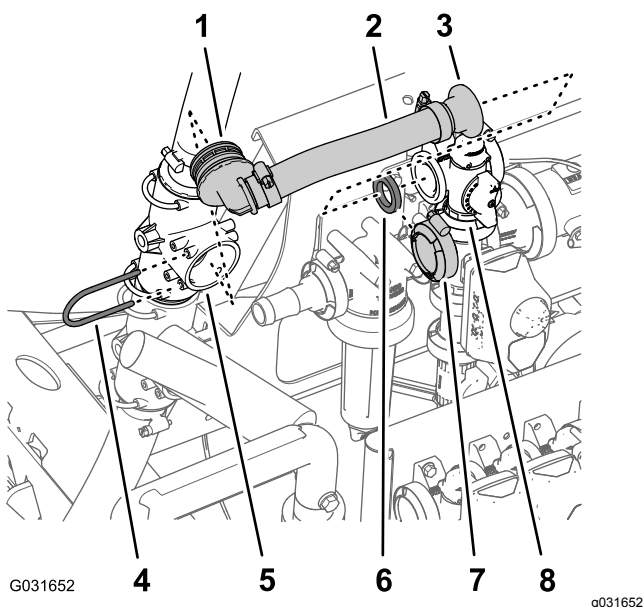

Figura 217
el acoplamiento de 90° del acoplamiento en T (Figura 217).
2. Retire la abrazadera para brida que sujeta el acoplamiento con brida recto y la junta a la brida de la válvula de agitación y retire la manguera de desvío de la máquina (Figura 217).